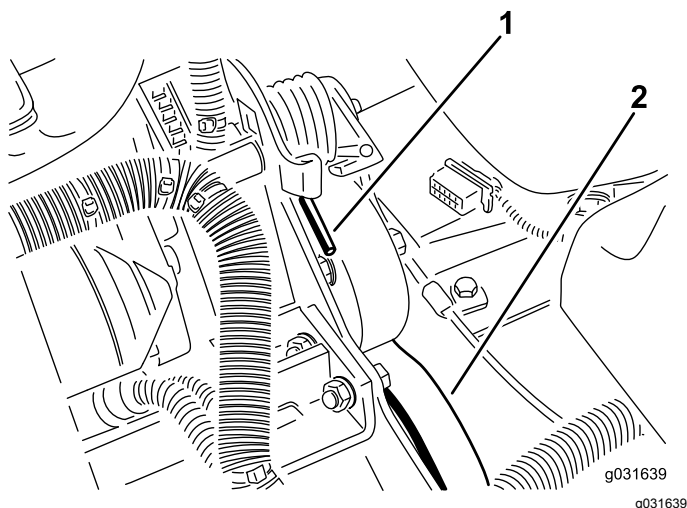

Figura 56
2. Empuje hacia adelante y hacia abajo sobre el extremo del muelle para desengancharlo del soporte y liberar la tensión (Figura 56).